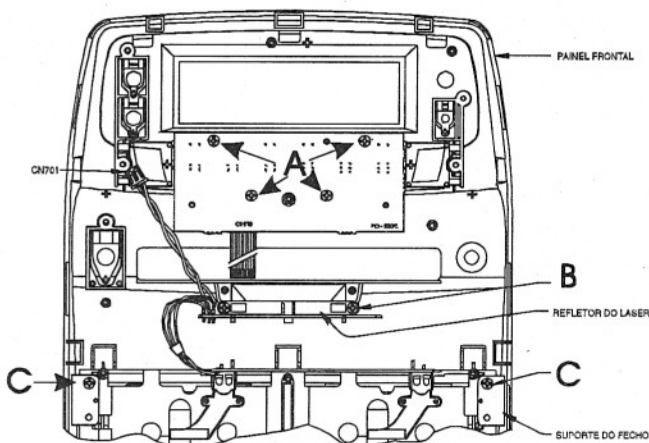

Fig. 8
- Após retirar a PCI do Display, retire os parafusos A (fig. 8).